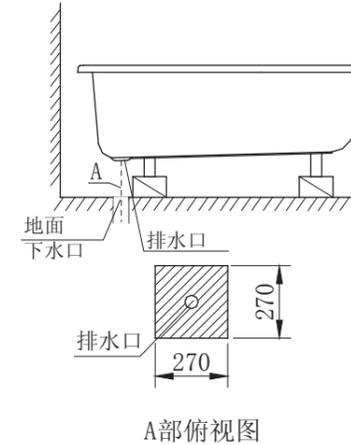

图1
- ① 根据施工现场的具体情况确认浴缸排水金具的选择，DB701 (直排水)、DB702 (侧排水)。
- ※如图1所示，地面排水口位置在阴影范围之外时，请选择DB702系列排水金具。
- ② 若浴缸排水方式为侧排水，客户需自己购买下水管。